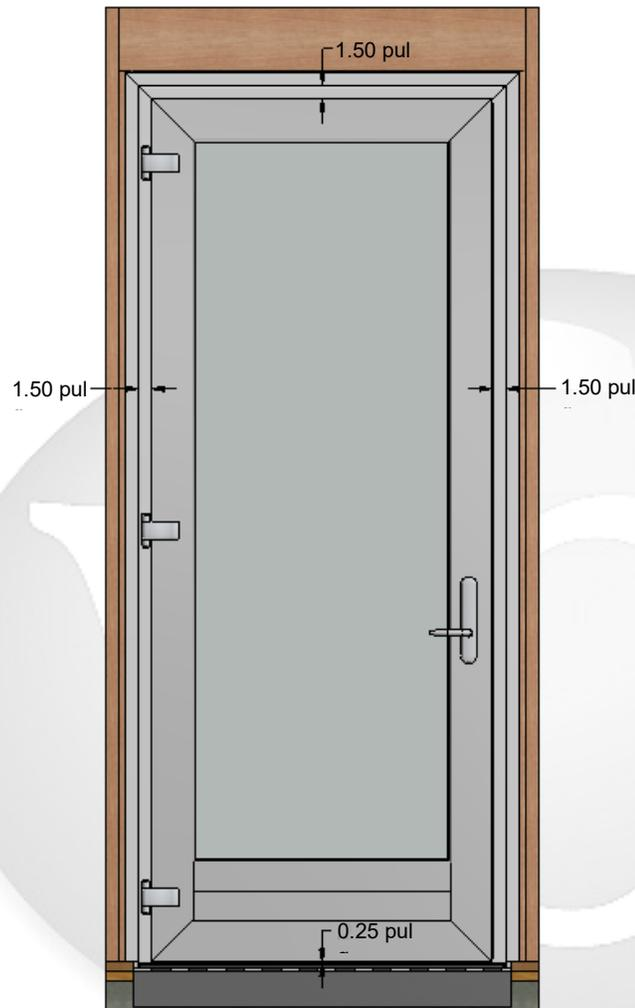

Figura 21 Revelación de la corredera hasta el marco
- 6.2) Verifique que el telar es constante entre el panel móvil y el marco. (Ver Figura 21).